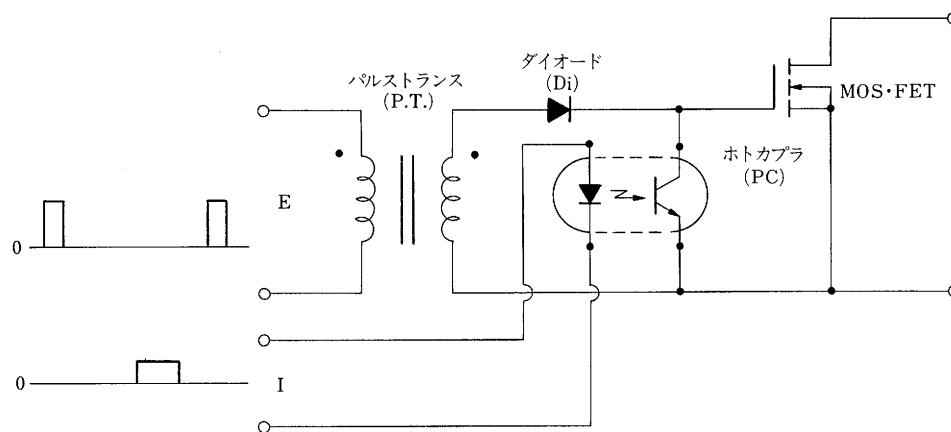

図 1
図 1 は、ブリッジ回路形のモータ制御装置などに使用されるエンハンスメント形パワー MOS・FET をコントロール IC 等と絶縁してドライブする場合に有効なゲートドライブ回路です。これは、FET をオン状態にしたい場合には、短パルス E をパルストランス (P.T.) で絶縁して FET のゲート・ソース間に充電しておき；オフ状態にしたい場合には、パルス I をホットカプラ (PC) で絶縁して充電された電荷を放電するものです。本回路のポイントは、FET のゲート・ソース間の容量  $C_{iss}$  に充電された電荷のリーク等による放電にあります。たとえば FET の  $C_{iss}$  を 1 000 pF、 $I_{GSS}$  を 100 nA とし、ダイオード (Di) およびホットカプラのリーク電流を各々 10  $\mu$ A とすると、周波数 4 kP・P・S 以上のスイッチング用途に使用可能です。なお、それ以下の周波数で使用する場合には、FET のゲート・ソース間にコンデンサ等を接続する必要があります。また、ホットカプラのオン期間とパルストランスの入力パルス E の間隔は、原理的にはいくらでも良いこととなりますが、外来ノイズ等による FET の発振あるいは誤動作防止のため、短い方が良いでしょう。